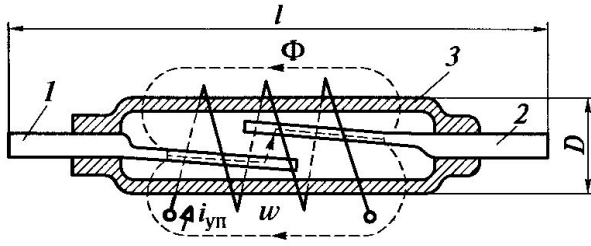

Рис. 10.4
*Магнитоуправляемое реле (геркон) отличается от рассмотренных ранее, имеет контакт, располагающийся в вакууме или среде инертного газа (рис. 10.4). В стеклянную капсулу 3, заполненную инертным газом, впаяны токопроводящие пружинящие пластины 1 и 2 из ферромагнитного материала. Магнитный поток  $\Phi$ , возбуждаемый током управления  $i_{уп}$  в катушке с числом витков  $w$ , создает электромагнитную силу  $P_{эы}$  притяжения пластин друг к другу. При достижении током управления  $i_{уп}$  значения, определенного уставкой, пластины геркона замыкаются.*